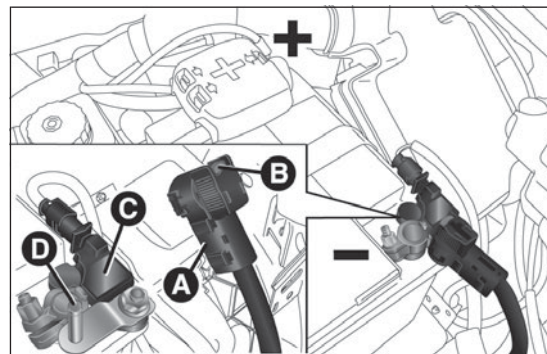

fig. 205
- ☐ desconectar el conector A fig. 205 (mediante la acción del botón B) del sensor C de control del estado de la batería (instalado en el polo negativo D de la misma batería);
- ☐ volver a conectar el conector A fig. 205 al sensor C de la batería.